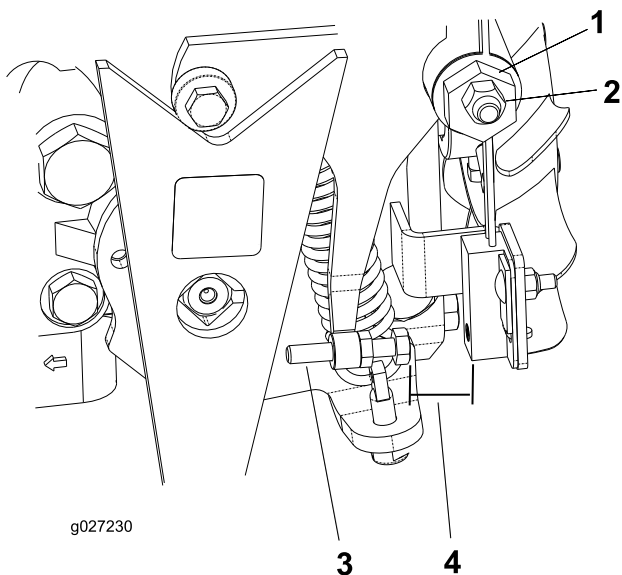

Figura 34
4. Serrate il dado di bloccaggio sulla camma di regolazione della trazione. (Figura 34).
5. Avviate il motore e girate in entrambe le direzioni l'esagono della camma (Figura 34) per stabilire la posizione centrale del range di folle.
3. Regolate la vite fino ad ottenere un traferro di 0,8 - 2,3 mm; fate riferimento a Figura 34.